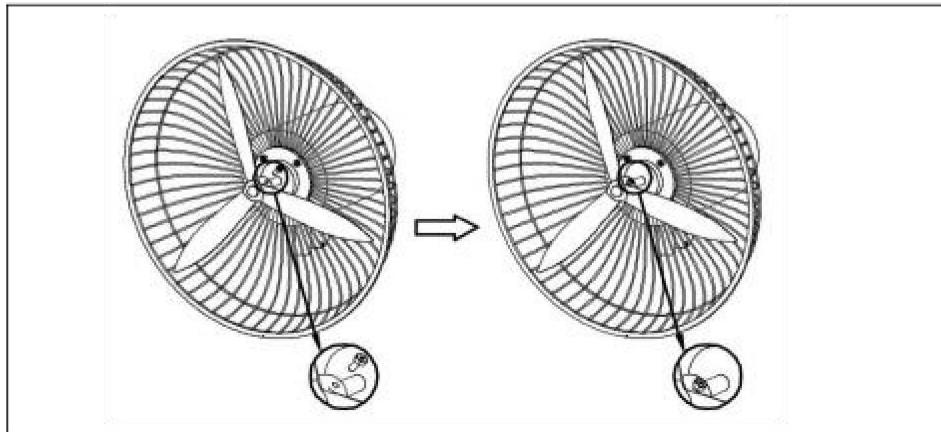

Fig. 6.
2). Installera fläktbladet (14) på motoraxeln och lås sedan bladskruven (16). Se (Fig.6.)